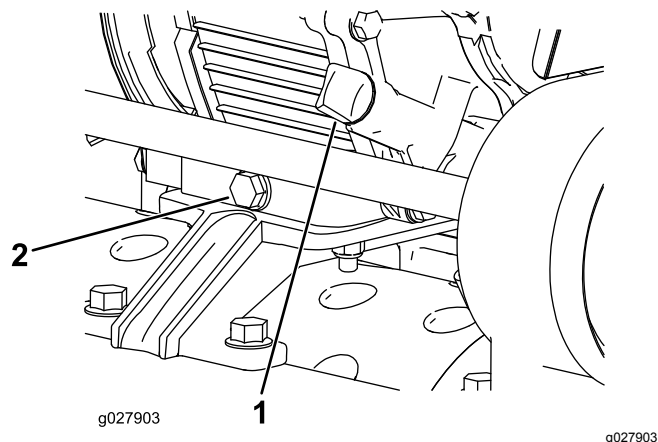

Figura 29
1. Parcheggiate la macchina su terreno pianeggiante e pulite la zona attorno all'asta di livello dell'olio (Figura 29).
2. Collocate una bacinella sotto il tappo di spurgo, dietro la macchina (Figura 29). Allentate il tappo di spurgo.